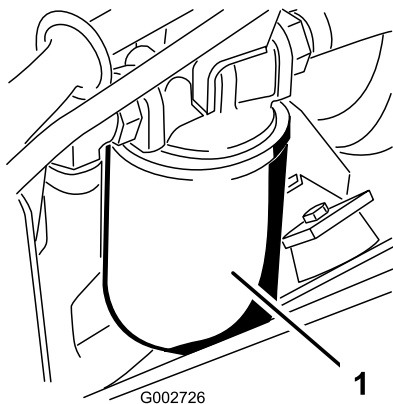

Figura 46
4. Collocate una bacinella sotto il filtro idraulico situato sul lato sinistro della macchina (Figura 46).
7. Montate il nuovo filtro idraulico (Figura 46) ruotandolo manualmente fino a quando la guarnizione non viene a contatto con la testa del filtro, quindi serrate il filtro di altri 3/4 di giro.